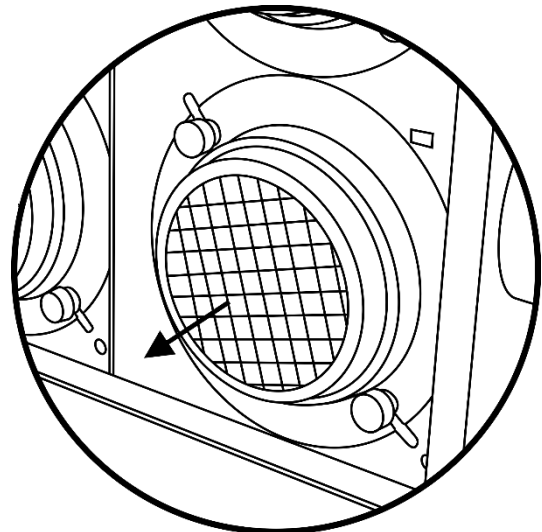

Fig. 04
- 02) Extraiga la cubierta metálica de la bombilla con cuidado (Fig. 04).